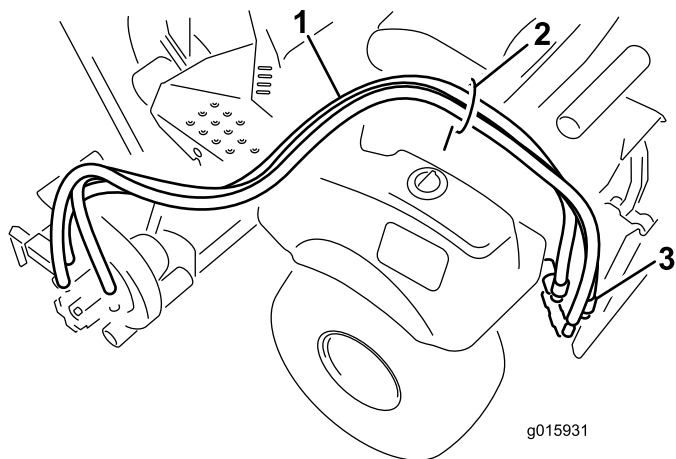

图 7
1. 将液压软管穿过软管导向架并到达机器后面图 7。
2. 将软管连接到后遥控接头图 7。